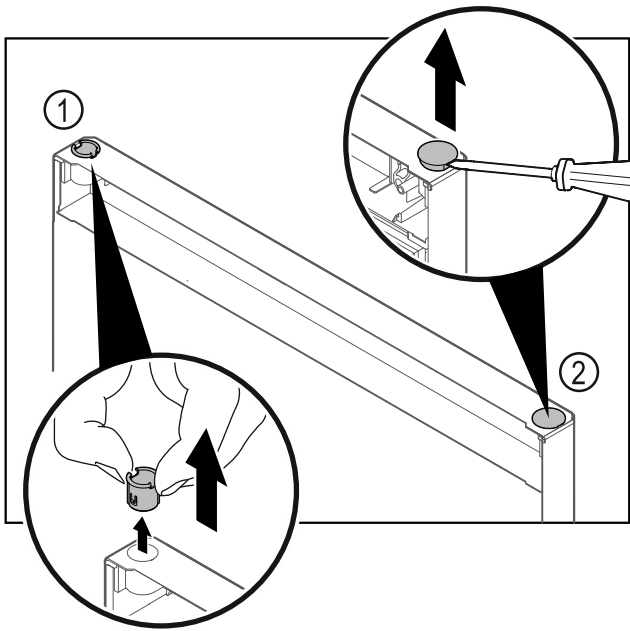

Fig. 30
- ▶ Пальцами вытяните шарнирную втулку Fig. 30 (1).
- ▶ Шлицевой отверткой осторожно подцепите и извлеките заглушку Fig. 30 (2).